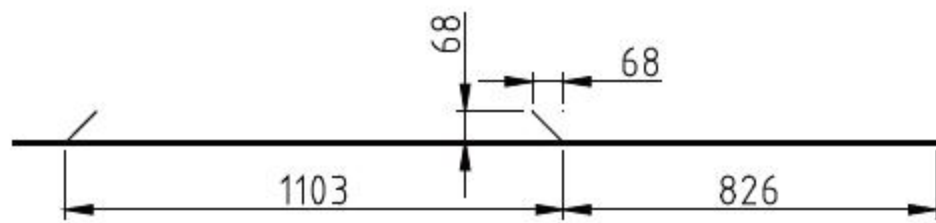

图9-115 绘制线路
**02** 按Enter键，继续调用L【直线】命令，结合【临时点捕捉】和【对象捕捉】功能，绘制直线，如图9-115所示。